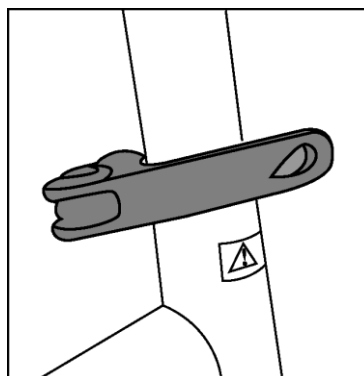

Figura 2: Abrazadera para manillar o sillín
- **Abrazadera del manillar y del sillín:** ver figura 2. Estas abrazaderas permiten ajustar la altura del sillín y del manillar. Asegúrese de que estén bien sujetas.